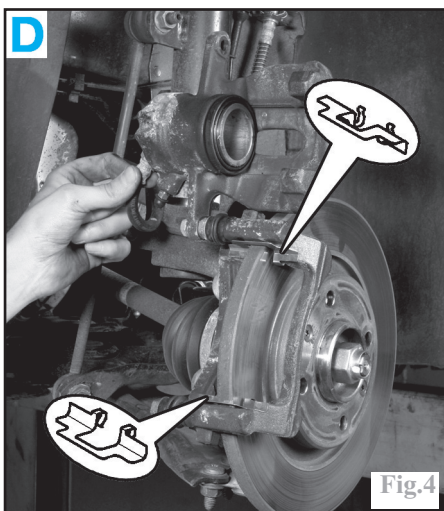

Fig.4
Contrôler l'étanchéité du piston, le bon état des soufflets de protection ainsi que l'usure des disques et le coulissement correct de l'étrier sur les colonnettes. Repousser le piston d'étrier à fond dans son logement, à l'aide d'une pince appropriée (par exemple **Facom D.60A**) ou bien avec un levier glissé entre les 2 anciennes plaquettes, provisoirement montées dans le corps de l'étrier. Remplacer les épingles de guidage en (D) sur le support d'étrier, par celles fournies avec les plaquettes neuves (Fig.4).